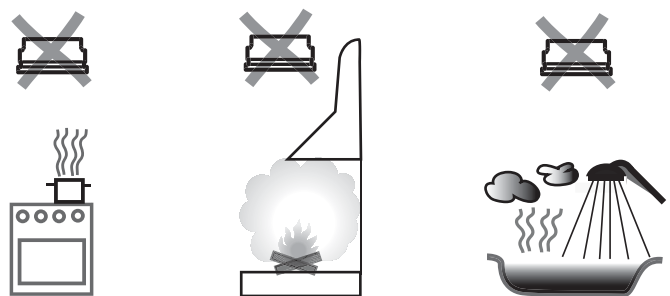

Fig. 6
- Por lo tanto, cuando el detector se instala en la cocina, el lugar de montaje debe encontrarse lo más lejos posible de la zona de cocinar para evitar, de este modo, falsas alarmas provocadas por los vapores. (Fig. 6)
- Lugares donde altas cargas de polvo y suciedad pueden perjudicar el funcionamiento del detector. (Fig. 6)
- En las proximidades de fuego y chimeneas. (Fig. 6)